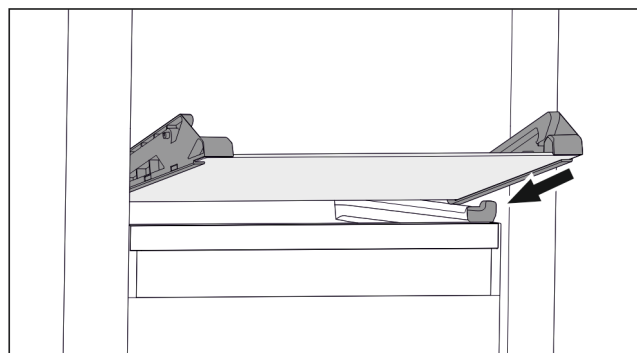

Fig. 109 Glassplate på nedvippbar skuff
- Sett glassplaten på skrå bak stopperne. (se Fig. 109)